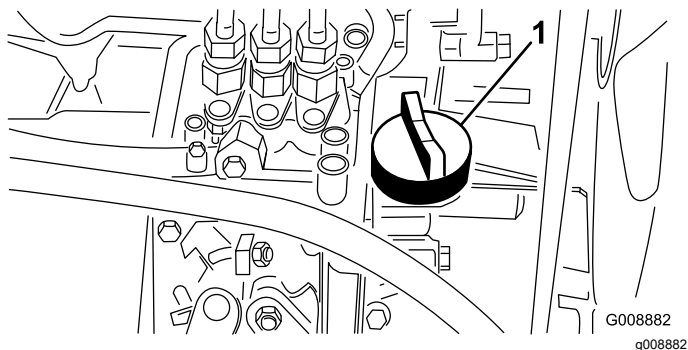

Рисунок 53
4. Если уровень масла ниже допустимого, снимите крышку маслозаливной горловины (Рисунок 53) и постепенно, небольшими порциями долейте масло, периодически проверяя его уровень, до отметки Full (Полный) на масломерном щупе.